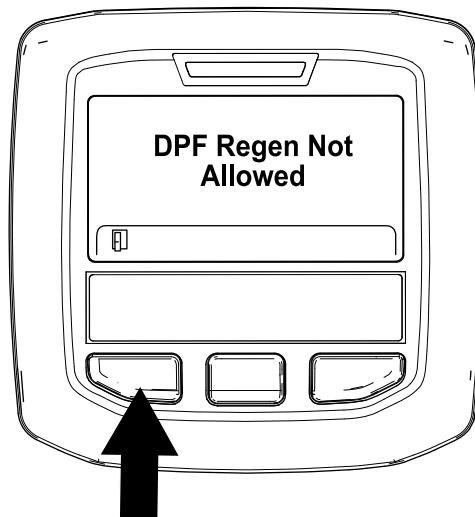

Рисунок 39
- Если компьютер двигателя не разрешил процесс регенерации, на дисплее инфо-центра появится сообщение «DPF Regen Not Allowed» («Регенерация фильтра DPF запрещена») (Рисунок 39). Нажмите левую кнопку, чтобы перейти на главную страницу.